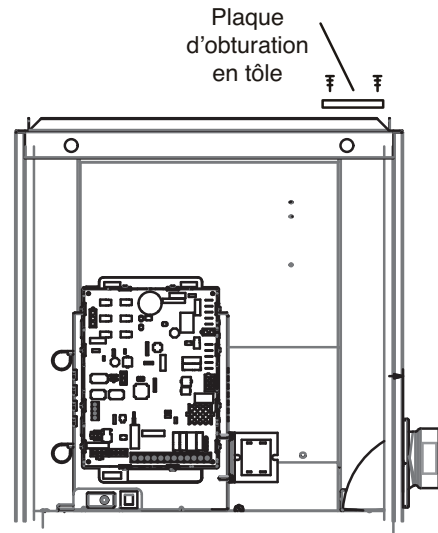

FIGURE 20
- 8 - Réutiliser la plaque de raccordement pour couvrir le trou dans le capuchon supérieur. Voir FIGURE 20. Retirer les 2 vis qui fixent le capuchon supérieur sur l'appareil sur le côté droit et les réinstaller en fixant le bord droit de la plaque de raccordement et le côté droit du capuchon supérieur sur l'appareil. Utiliser 2 vis à tôle auto-taraud (fournies) pour terminer de fixer du bord gauche de la plaque de raccordement sur le côté gauche.